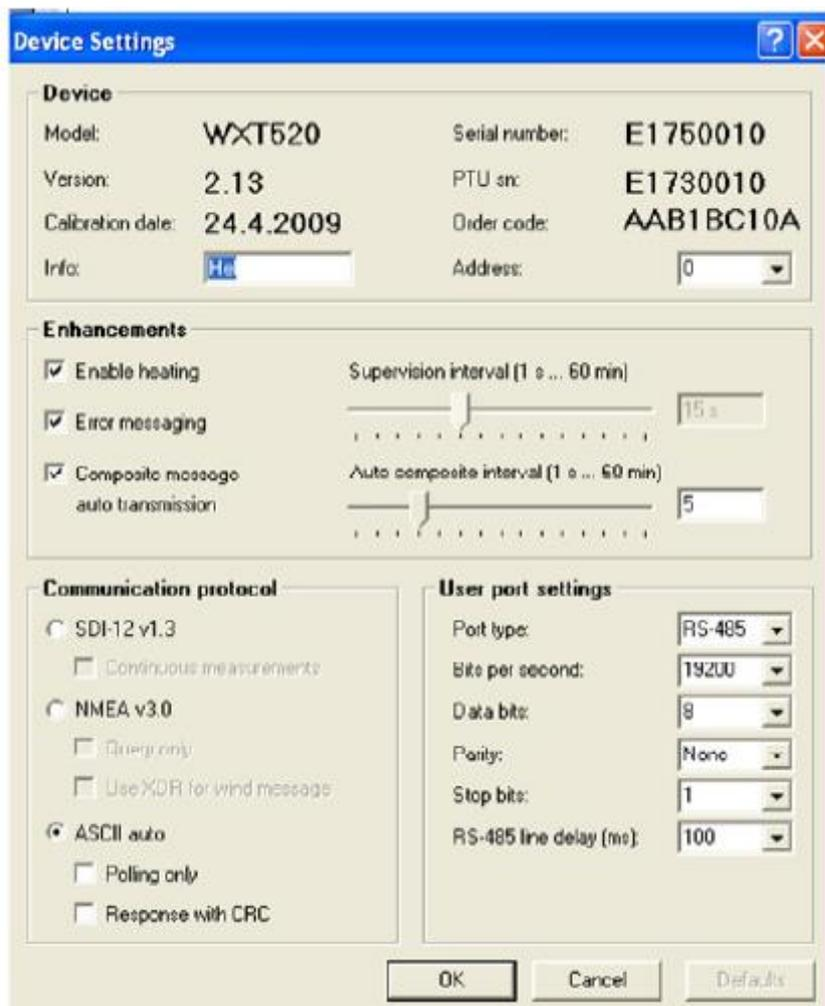

Рис. 8 Настройки WXT520 (Device Settings)
- запустить программу настройки метеостанции и установить параметры «Divice Settings» аналогично приведенным на Рис. 8. Время обновления данных задать через параметр «Auto composite interval»;